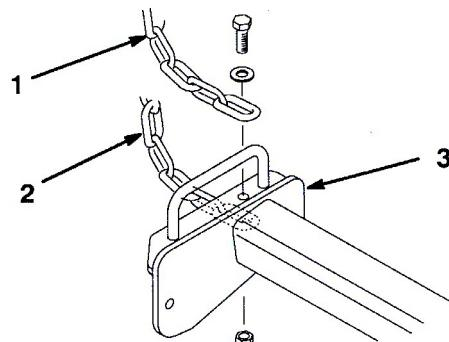

図11
- チッパー・チェーンをカッティングユニットに取り付ける(図11): 27in.カッティングユニットの場合: キャリア・フレームの上面。32in.カッティングユニットの場合: キャリア・フレームの下面取り付けにはキャップスクリュ、ワッシャ、ロックナットを使用する。